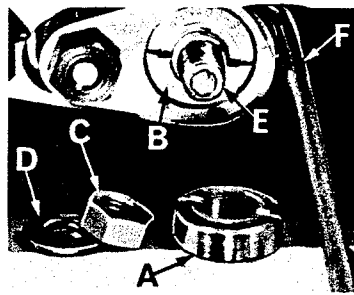

Fig. 14
Die Stichelänge wird durch das Zusammenwirken der verwendeten Transportexzenter bestimmt. Der außenliegende (linke) Exzenter (A, Fig. 14) betätigt den Haupt- oder hinteren Transporteur, während der innere (rechts liegende) Exzenter (B) den Differential- oder vorderen
Length of stitch is determined by the combination of feed eccentrics used. Outer (left) eccentric (A, Fig. 14) actuates main (rear) feed dog; while the inner (right) eccentric (B) actuates the differential (front) feed dog.